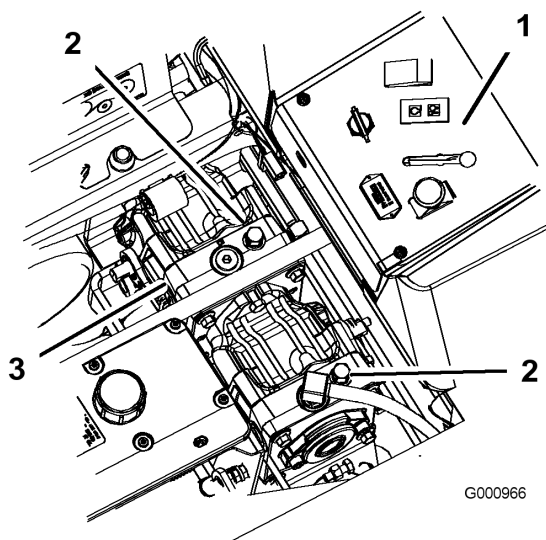

Figura 26
2. Gire las válvulas de desvío una vuelta en el sentido contrario a las agujas del reloj para empujar la máquina. Esto permite que el aceite hidráulico se desvíe alrededor de la bomba, dejando que las ruedas giren (Figura 26).
Gire las válvulas de desvío una vuelta en el sentido de las agujas del reloj para conducir la máquina (Figura 26).